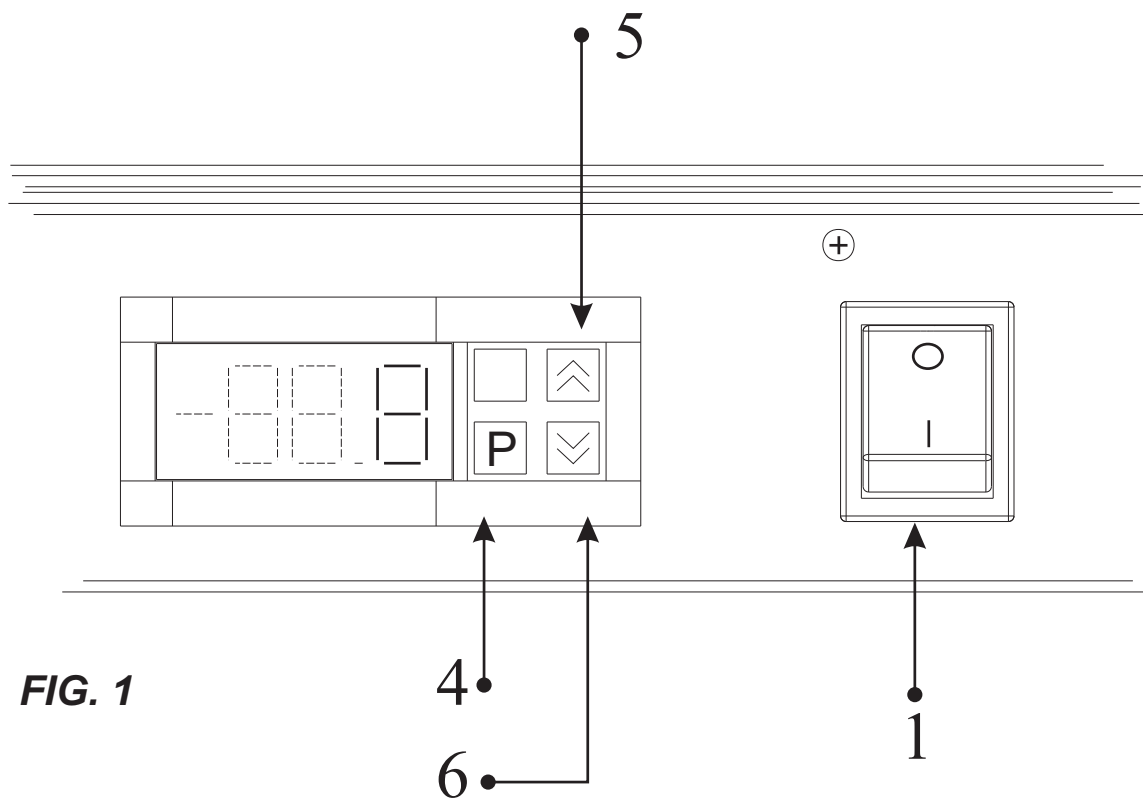

FIG. 1
4.1 REGOLAZIONE (FIG. 1) **R290 pag 22**
4.1 CONTROL (FIG.1) R290 pag 22